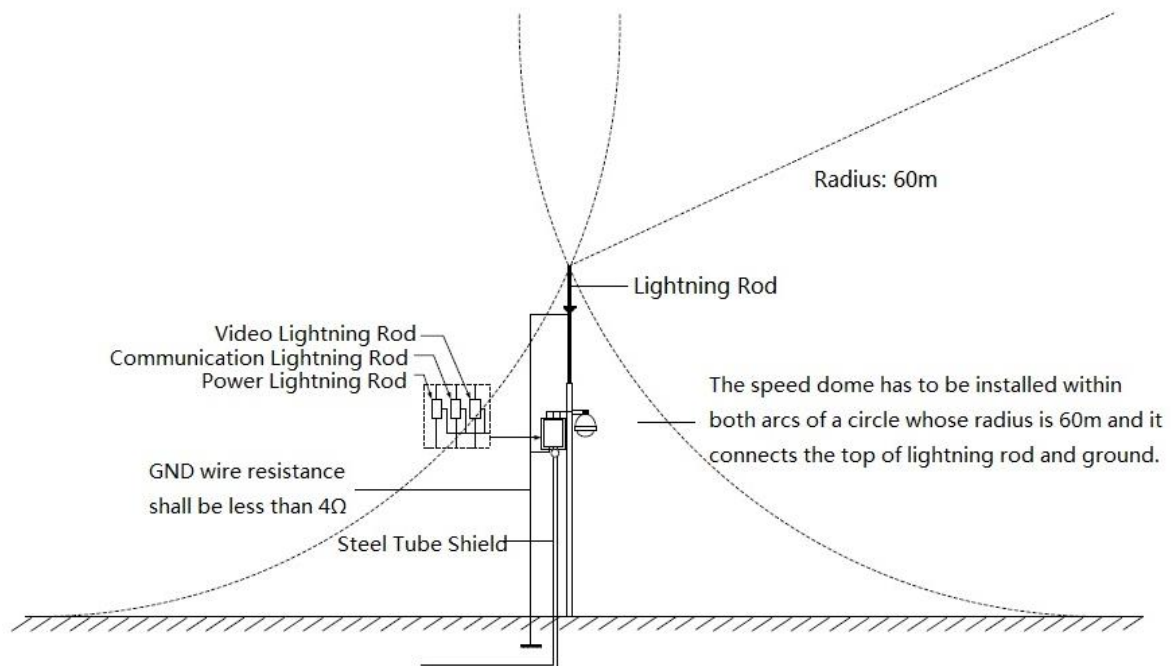

Figura 4-1
- La protección contra truenos y la conexión a tierra del dispositivo exterior y el cable se considerarán en la protección contra truenos completa del edificio y se ajustarán a las normas nacionales o industriales locales. El sistema adoptará cableado de igual potencial. El dispositivo de tierra debe cumplir con la función anti-jamming y al mismo tiempo cumplir con su código de seguridad eléctrica local. El dispositivo de tierra no debe cortocircuitarse con la línea N (neutra) de la red eléctrica de alta tensión ni mezclarse con otros cables. Cuando conecte el sistema a la tierra solamente, la resistencia de tierra no debe ser más de  $4\ \Omega$  y el área de la sección transversal del cable de tierra no debe ser inferior a  $25\ \text{mm}^2$ . Vea la Figura 4-1.